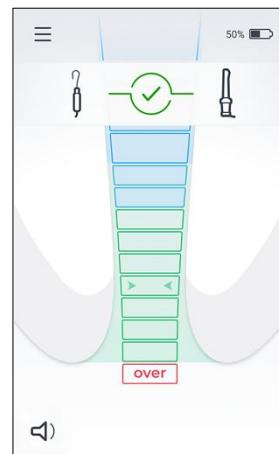

Abbildung 4
3. Das Symbol „Kabelanschluss test“  sollte auf dem Bildschirm erscheinen – siehe Abbildung 4.